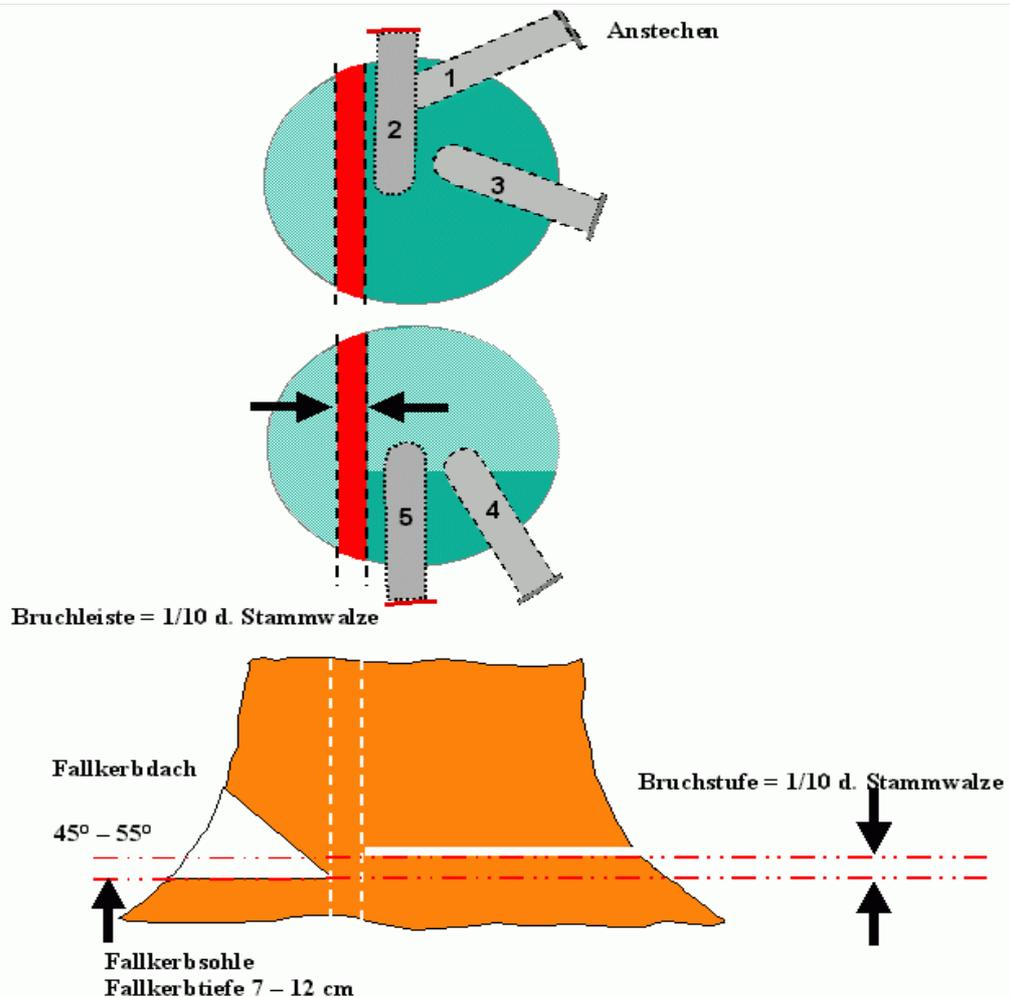
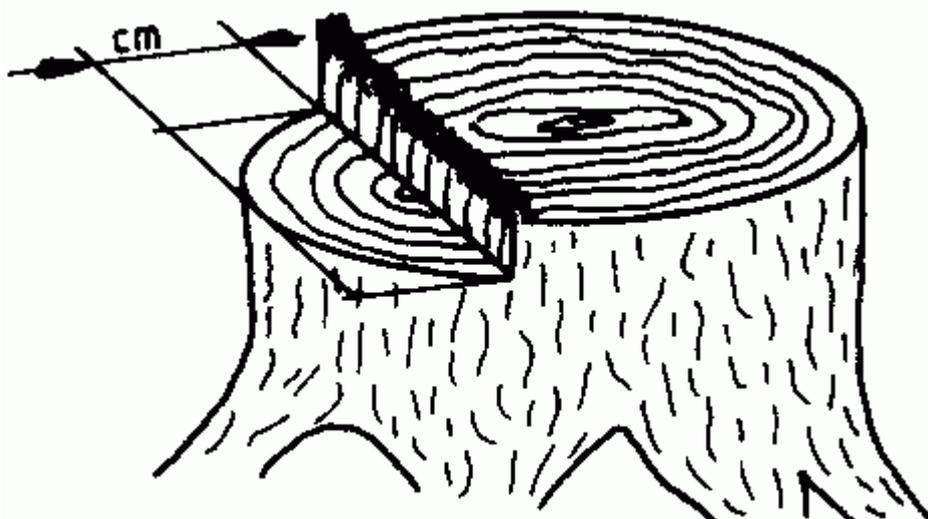

Abb. 2 Maßvorgaben für den Fallkerb und Fallschnitt
Abb. 3 Fallkerbtiefe 7 cm - 12 cm
- **Abb. 2:** Die Bruchleiste ist zu schmal geschnitten wird, aber vorne im Fallkerb nicht beschädigt (siehe Abb.3). Hier werden keine Fehlerpunkte vergeben, wenn die Werte am Rande der Bruchleiste stimmen.
- **Abb. 3:** Die Bruchleiste wurde vorne durchtrennt. Der Teilnehmer erhält im Protokoll 0 Punkte für die Stärke der Bruchleiste (Tabelle 5).